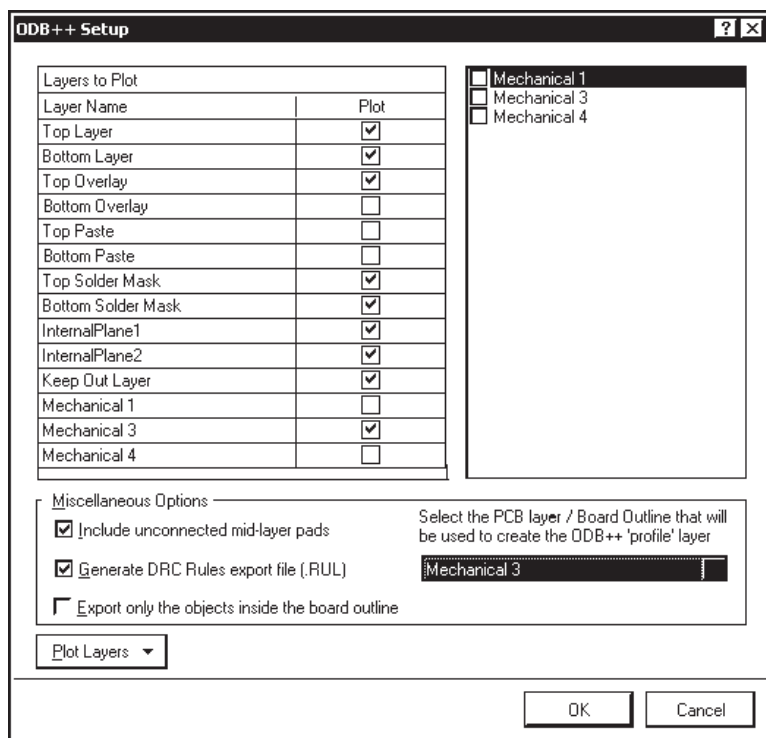

Рис. 10.17. Настройка экспорта в формат ODB++
1. Командой меню **File | Fabrication Outputs | ODB++ Files** открыть диалоговое окно настройки **ODB++ Setup** (рис. 10.17).
- ☐ в каталог **User** экспортируется файл правил DRC-контроля, если его экспорт был задан в диалоговом окне настройки **ODB++ Setup** (см. рис. 10.17).